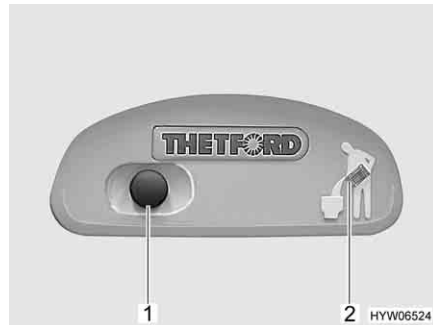
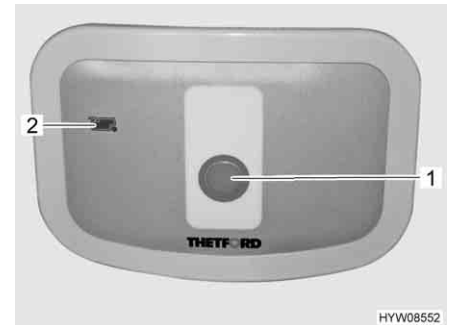

Bild 170 Spülknopf/Kontroll-Leuchte Thetford-Toilette
Bild 171 Spülknopf/Kontroll-Leuchte Thetford-Toilette (Alternative)
- Zum Spülen den blauen Spülknopf (Bild 170,1 bzw. Bild 171,1) drücken.
Die Kontroll-Leuchte (Bild 170,2 bzw. Bild 171,2) leuchtet, wenn der Fäkalientank entleert werden muss.